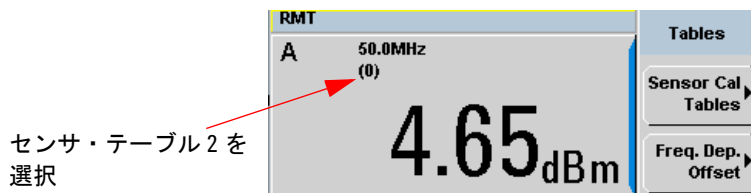

図 7-7 周波数依存オフセット・インジケータ
- 4 **Done** をもう一度押して、測定画面を表示します。図 7-7 は 選択されているオフセット・テーブルを示します。